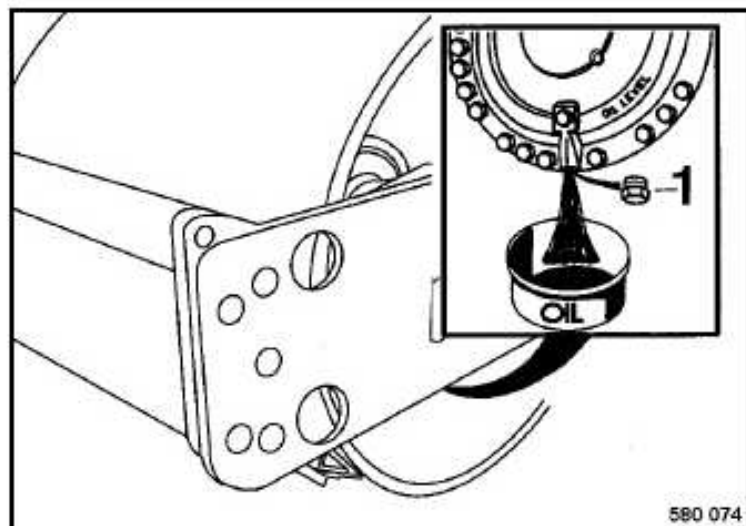

Fig. 142
- Estacionar el rodillo de forma que el tapón de descarga 1 (Fig. 142) se encuentra en el punto más abajo.